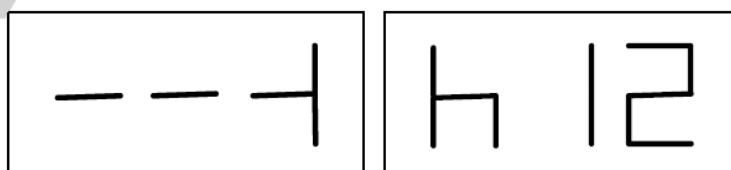

Рис. 5.6 Маркировка шины на 180° относительно клапана
- Снимите колесо с вала, передвиньте шину относительно диска так, чтобы метка находилась на 180° относительно клапана (ниппеля) (см. рисунок 5.6);